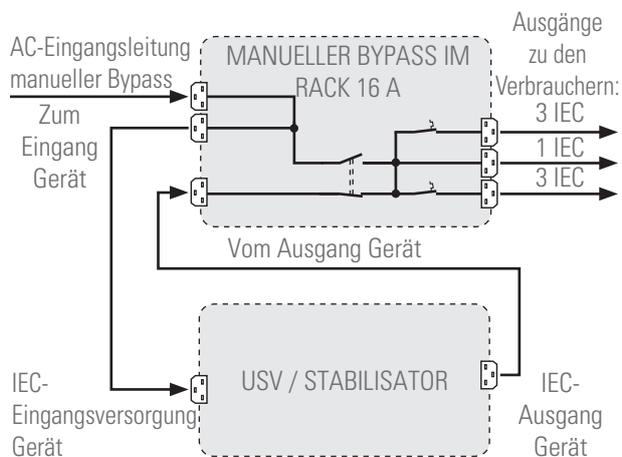

Abb. 3. Anschluss der USV an den Bypass mit 3 kVA.
- Diesbezüglich zeigen die Abb. 1 und 2 die Blockschemata beider in den Darstellungen der Abb. 3 und 4. Im Wesentlichen ist der strukturelle Aufbau identisch, obwohl es Unterschiede zwischen den Modellen gibt. Am bemerkenswertesten ist der Hilfskontakt des manuellen Bypass-Umschalters, von einem Mikroschalter stammend, der hinter der Schutzabdeckung des Umschalters installiert ist und intern an einem Signalstecker angeschlossen ist. Über die elektrische Verbindung mit einem mitgelieferten Kabel an diesen Stecker und an die nach dem Entfernen der Schutzabdeckung am manuellen Bypass-Umschalter freigelegte Vorrichtung an einigen Geräten, wie die der USV Serie TWIN PRO2 und/oder dem RT2, geht die USV vom „Ausgangsmodus über den Umrichter“ in den „Modus über den statischen Bypass“ über, vorher überprüfen, dass das System einwandfrei unter den normalen Bedingungen arbeitet. Dies vereinfacht den Betrieb und vermeidet mögliche Fehler mit schwerwiegenden Folgen, die Störungen an der Installationsbaugruppe, einschließlich der Verbraucher, verursachen können.